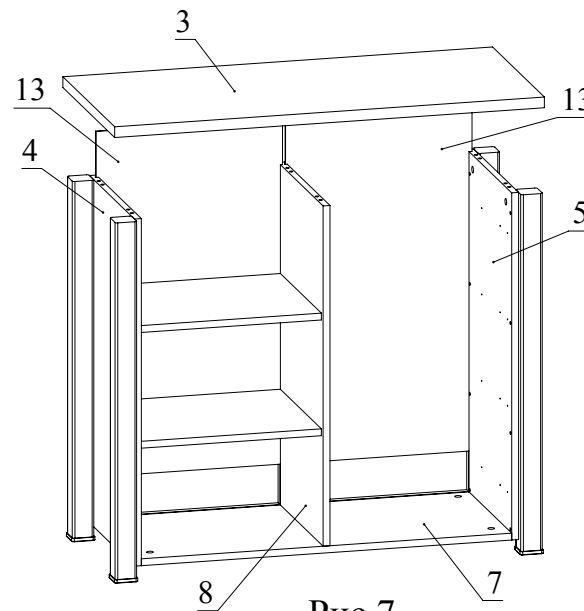

Рис.7
5. Вставьте детали 13 в пазы деталей 4, 5 и 7. Затем соедините деталь 3 с деталями 4, 5, 8 и затяните головки минификсов (Рис. 7).